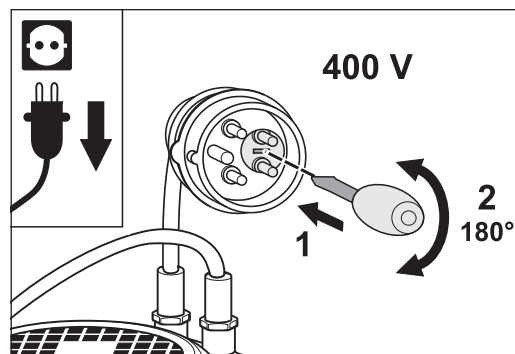

Abb. 22 Änderung der Drehrichtung des Motors durch verdrehen des Phasenwenders.
- Stecken Sie einen Schraubendreher in den Schlitz des Phasenwenders im Stecker des Motorkabels (Abb. 22, 1).
- Durch Druck mit dem Schraubendreher wird der Phasenwender entriegelt und muss dann **gleichzeitig** um 180° in diejenige Richtung gedreht werden, für die der geringere Kraftaufwand benötigt wird (Abb. 22, 2).
- Der Phasenwender muss um 180° in diejenige Richtung gedreht werden, für die der geringere Kraftaufwand benötigt wird (Abb. 22, 2).